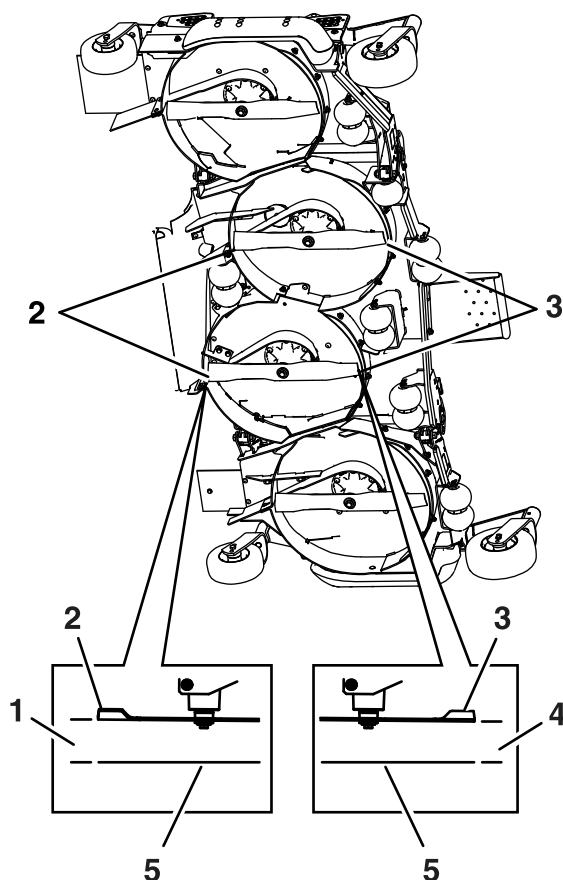

Figure 75
10. Mesurez la distance entre la surface plane et la pointe avant des lames gauche et droite du tablier central (Figure 75).